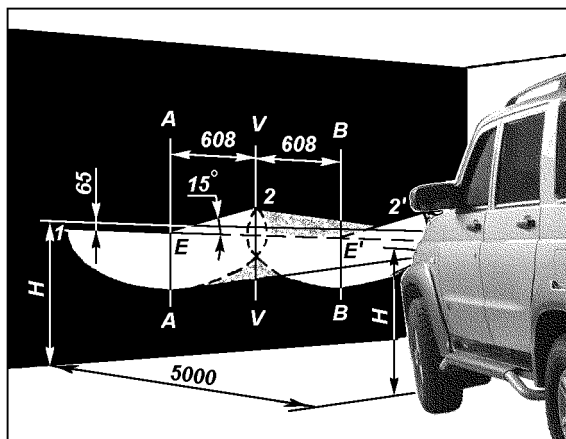

Рис. 9.41. Разметка экрана для регулировки фар: H - расстояние центра фар от уровня земли; V-V - проекция продольной оси автомобиля; A-A, B-B - оси центров фар
1. Установите полностью заправленный и снаряженный автомобиль с нормальным давлением воздуха в шинах и нагруженным сиденьем водителя 750 Н (75 кгс) на ровной горизонтальной площадке на расстоянии 5 м от экрана со специальной разметкой (рис. 9.41).